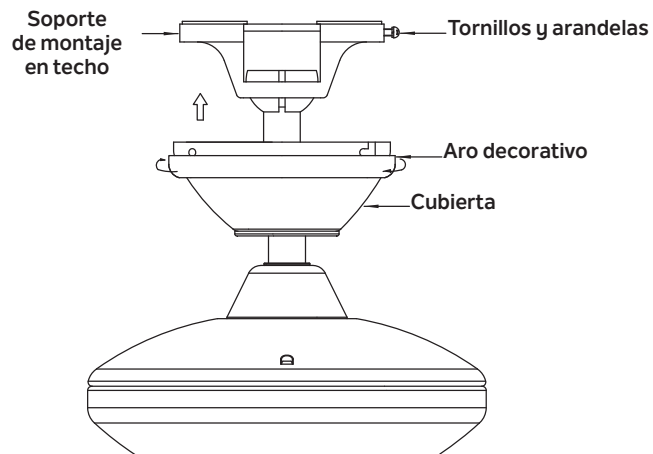

Fig. 12
**Paso 2.** Desliza la cubierta hasta el techo y asegúrala al soporte de montaje de techo usando 4 tornillos en el borde superior del soporte de montaje. Inserta cada tornillo en el orificio de montaje de la cubierta y dentro del soporte de montaje. Aprieta firmemente todos los tornillos. (Fig. 12).